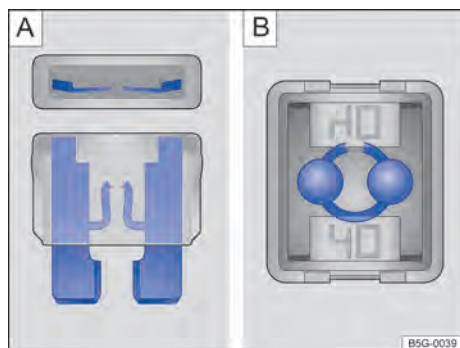

Fig. 249 Fusível queimado: **A** fusível plano, **B** fusível de bloqueio.
- Um *fusível plano* (ATO®, MINI®) queimado é reconhecido de cima ou de lado pela carcaça transparente nas faixas metálicas derretidas ⇒ Fig. 249 **A**.
- Um *fusível de bloqueio* (JCASE®) queimado é reconhecido pelas faixas metálicas derretidas por cima da carcaça transparente ⇒ Fig. 249 **B**.